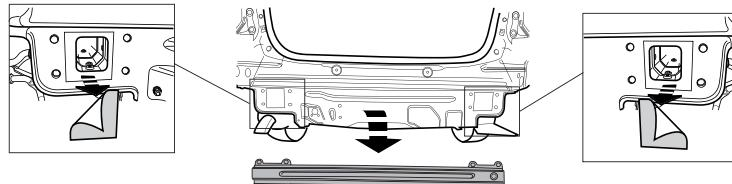

Fig.1
- Снять бампер вместе со стальным буферным бруском автомобиля буферный брус больше не понадобится. Удалить клейкую ленту слева и справа. См. рисунок 1.